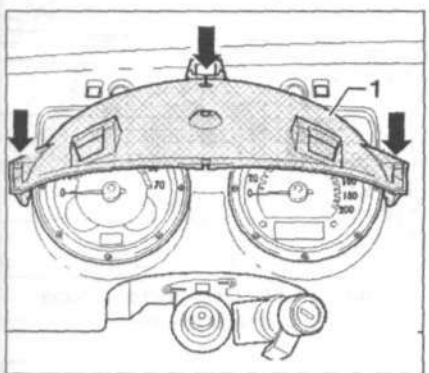

Рис. 13.54. Выкрутите три винта (стрелки) и снимите нижнюю часть козырька 1 щитка приборов.
7. Выкрутите три винта (стрелки) и снимите нижнюю часть козырька 1 щитка приборов (рис. 13.54).